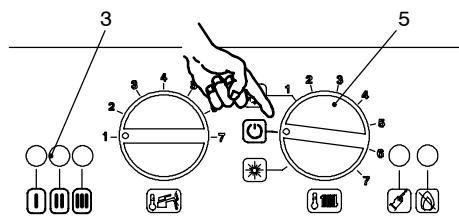

fig. 6.6
- 22 Spegner la caldaia portando il selettore 5 sulla posizione "0" fig. 6.6